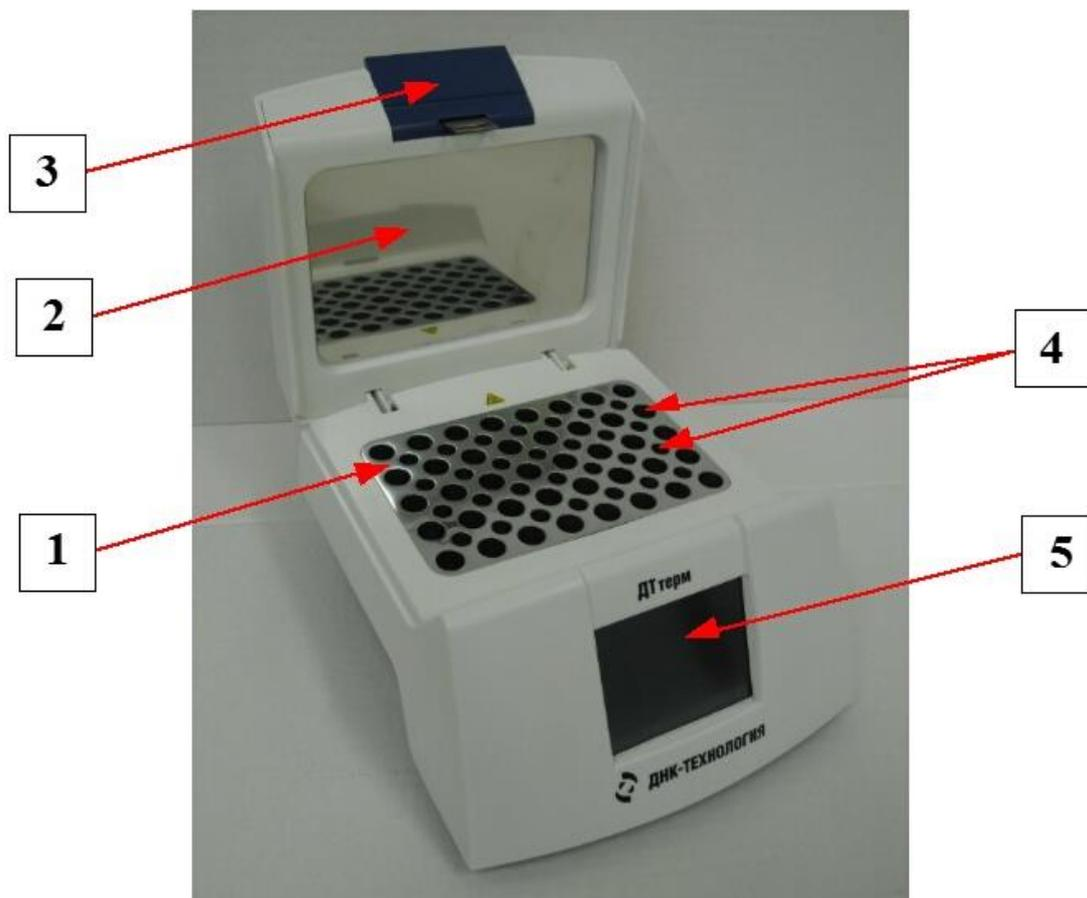

Рис.2 Конструктивные элементы изделия
Металлическую матрицу (термоблок) (1) (рис.2) закрывает сверху теплоизолирующая крышка (2) (рис.2) с маховиком (6) (рис.1) для обеспечения прижима пробирок путём вращения маховика по часовой стрелке. Крышка фиксируется механическим запором, который разблокирует крышку путём нажатия на пластину (3) (рис.1,2), размещённую на крышке прибора, в направлении от себя.
В гнездах (4) (рис.2) матрицы размещают пробирки. Пробирки объемом 0,5 мл размещают в гнездах малого диаметра. Пробирки объемом 1,5 мл размещают в гнездах большого диаметра.
На передней панели изделия расположен жидкокристаллический сенсорный дисплей (5) (рис.2) для управления изделием, для отображения параметров выбранного режима работы и статусной информации.